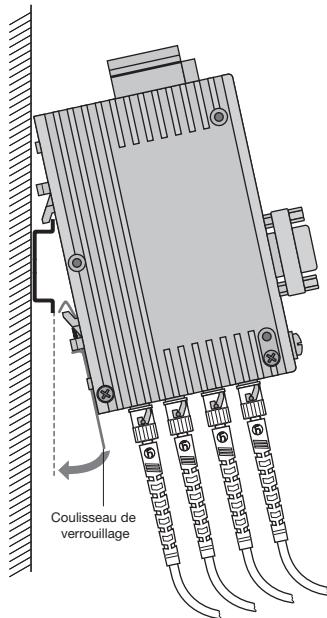

Fig. 9: Montage du Interface sur un rail DIN
- ▶ Suspendre le crochet de verrouillage supérieur du Interface dans le rail DIN et exercer une pression sur la partie inférieure du profilé, de la manière indiquée sur la figure 9, jusqu'à ce qu'il s'enclenche.